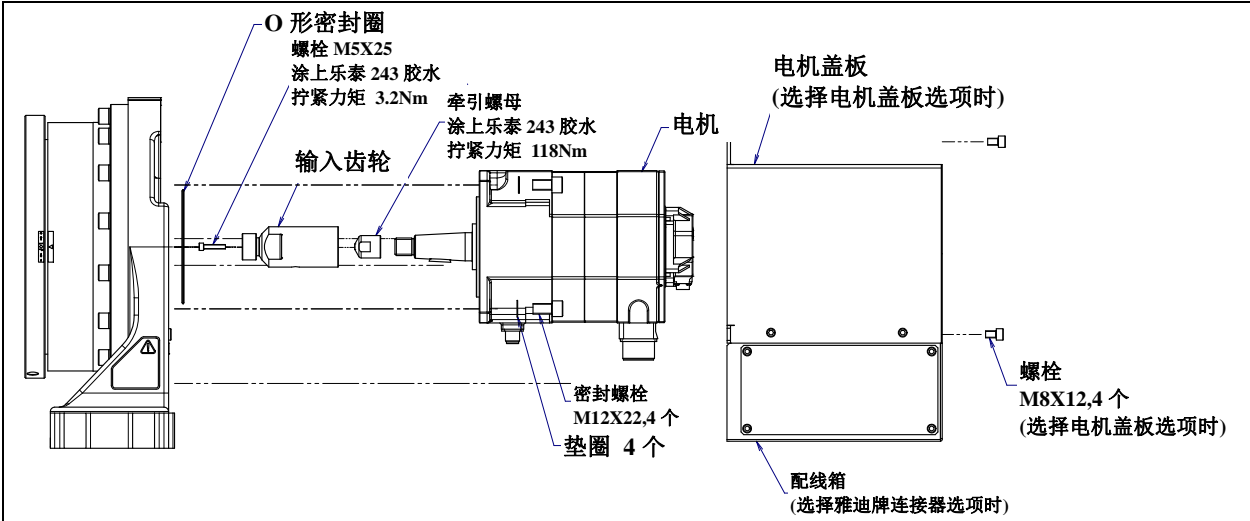

图 6.1 (d) 电机的更换 (1000kg/1500kg 可搬运(小型))
- 6 在新的电机上换装上输入齿轮，然后按照相反的步骤进行装配。此时，把 0 形密封圈换成新的，然后把其装到规定位置。有关拧紧力矩和乐泰胶水的涂上，按照图 6.1 (d)。